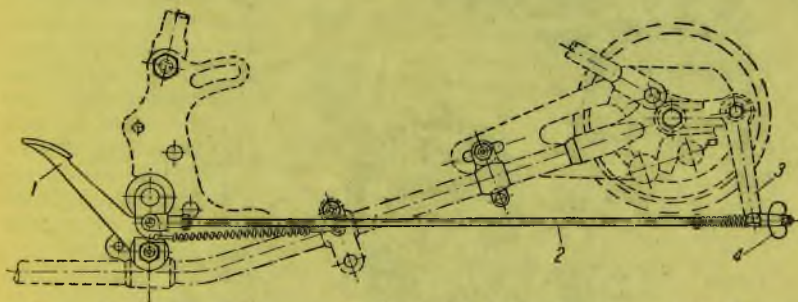
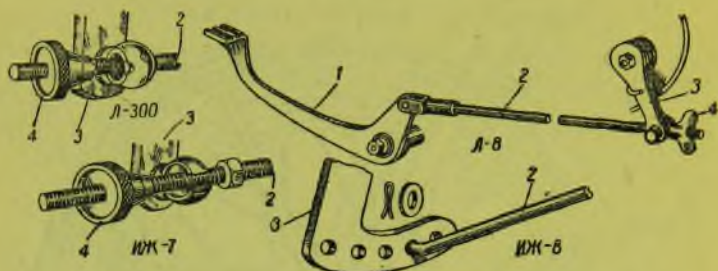

Рис. 206. Механизм управления тормозом заднего колеса ТИЗ-АМ-600
Рис. 207. Детали управления тормозом заднего колеса
Управление тормозом заднего колеса (ножным) находится с правой стороны мотоцикла, за исключением ГИЗ-АМ-600 и Л-8 (рис. 206), у которых педаль тормоза помещается слева. Педалью (1) (рис. 207) через тягу (2) поворачивается рычаг (3); длину тяги можно изменять либо поворачиванием маховичка (4), либо перестановкой крючка тяги в отверстие тормозного рычага.